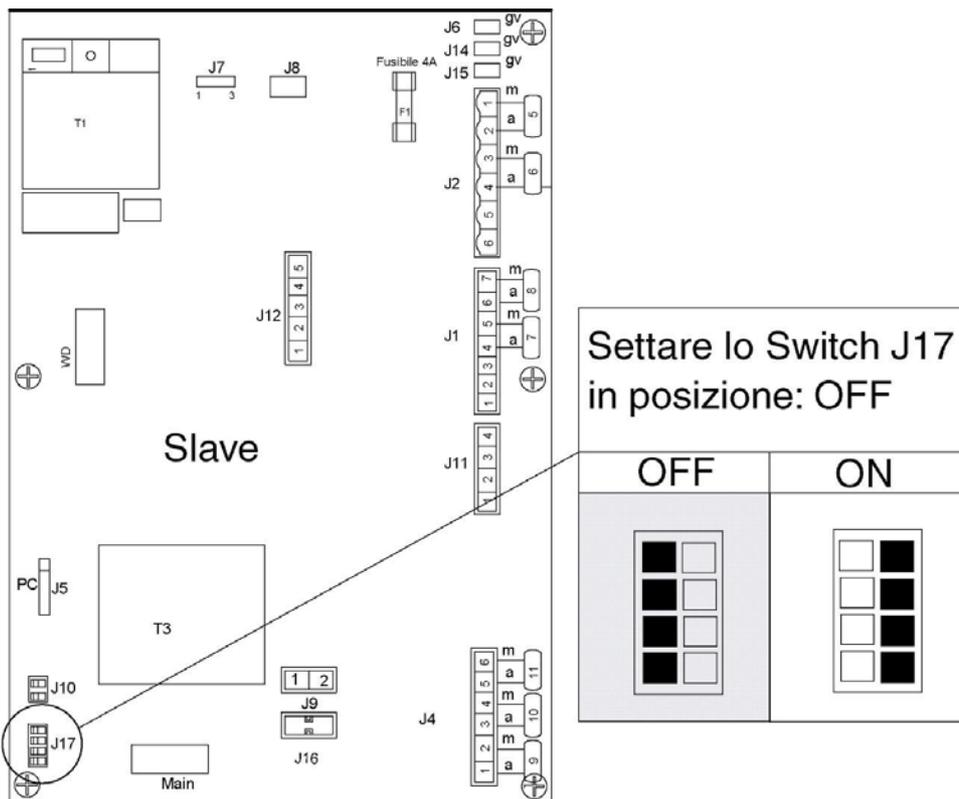

Figura 24
- Settare tutti e quattro gli interruttori J17 presenti su ogni Slave del gruppo termico nella posizione Off (Figura 24);